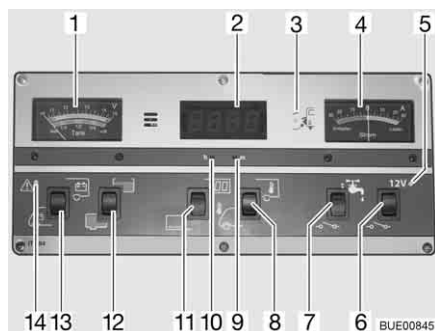

Bild 157 Panel IT 994
Med instrumentet V/tank (Bild 157,1) avläses den övre skalan. Instrumentets belysning tänds automatiskt när en knapp trycks in.
- Vippkontakten (Bild 157,13) trycks in nedtill: Startbatteriets spänning visas.
- Vippkontakten (Bild 157,13) trycks in upptill: Bodelsbatteriets spänning visas.
På instrumentet V/tank (Bild 157,1) avläses den undre skalan. Instrumentets belysning tänds automatiskt när en knapp trycks in.
- Vippkontakten (Bild 157,12) trycks in upptill: Vattenvolymen visas.
- Vippkontakten (Bild 157,12) trycks in nedtill: Avloppsvattenvolymen visas.
Den röda varningslampan ALARM (Bild 157,14) blinkar så snart spänningen i bodelsbatteri har sjunkit till under 11 V (mätning under pågående drift) och risk för djupurladdning föreligger.
- Vippkontakten (Bild 157,11) trycks in upptill: Visning av digitalur är inkopplad. Temperaturvisning är driftsklar.
- Vippkontakten (Bild 157,11) trycks in nedtill: Visning av digitalur och temperaturvisning är avstängda.
- Tryck i öppningen för timvisningen (Bild 157,10) med en spetsigt föremål, t. ex en pennspets, tills önskat timtal har nåtts.
- Tryck i öppningen för minutvisningen (Bild 157,9) med en spetsigt föremål, t. ex en pennspets, tills önskat minuttal har nåtts.
- Vippkontakten (Bild 157,8) trycks in upptill: Innetemperaturen visas.
- Vippkontakten (Bild 157,8) trycks in nedtill: Utetemperaturen visas.
På instrumentet ström (Bild 157,4) visas batteriströmmens flöde kontinuerligt. Instrumentets belysning tänds automatiskt när en knapp trycks in.
Med huvudbrytaren 12 V (Bild 157,6) kopplas panelen och bodelens 12 V-försörjning till eller från.
- Vippkontakten (Bild 157,6) trycks in upptill: 12 V-försörjningen för bodelen är påslagen. Kontrollampan (Bild 157,5) lyser grönt.
- Vippkontakten (Bild 157,6) trycks in nedtill: 12 V-försörjningen för bodelen är avstängd. Kontrollampan (Bild 157,5) slocknar.
Kontrollampan 12 V (Bild 157,5) lyser då huvudbrytaren 12 V (Bild 157,6) är inkopplad.
Den gula 230 V-kontrollampan (Bild 157,3) lyser när nätspänningen ligger på el-blockets ingång.
Slå på: ■ Vippkontakten (Bild 157,7) trycks in upptill: Vattenförsörjningen är aktiverad.
Slå från: ■ Vippkontakten (Bild 157,7) trycks in nedtill: Vattenförsörjningen är avstängd.